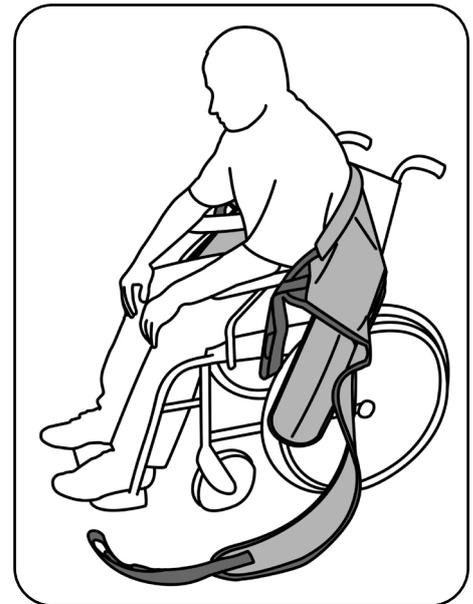

Abb. 8.2.01 – Liftergurt zwischen Patient und Sitzfläche positioniert
5. Schieben Sie den Liftergurt hinter den Rücken des Patienten (Abb. 8.2.01). Achten Sie darauf, dass die Oberkante des Liftergurtes auf Höhe des Achselbereiches ist und, dass die Beinstützen jeweils rechts und links von den Beinen des Patienten liegen und nicht verdreht sind.